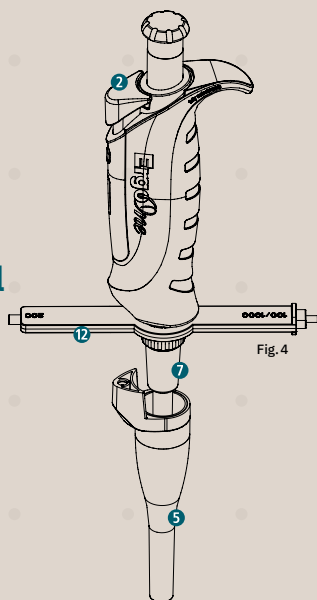

Fig. 4
- Enfoncez entièrement le bouton d'éjection **2** et retirez le tube d'éjection **5** par le bas (Fig. 4).